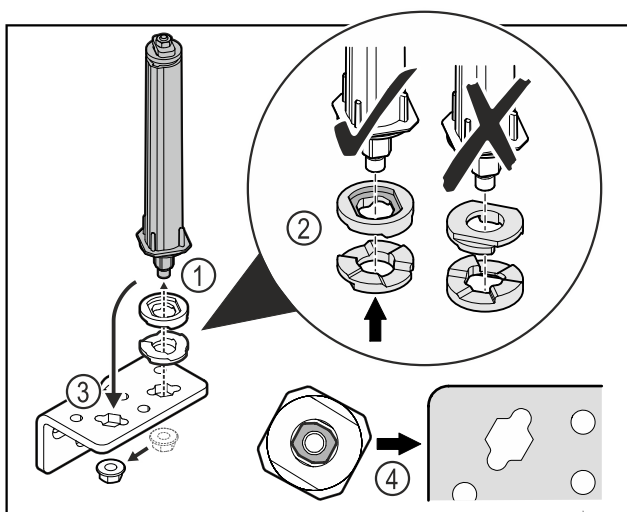

Fig. 27
- ▶ Løsne mutteren og fjern dørlukkesystemet Fig. 27 (1).
- ▶ Sørg for korrekt innretning av høydejusteringsskivene Fig. 27 (2).
- ▶ Sett om dørlukkesystemet i hengselvinkelen og fest med mutteren Fig. 27 (3).
- ▶ Ved innsetting, sørg for korrekt innretning av dørlukkesystemet Fig. 27 (4).